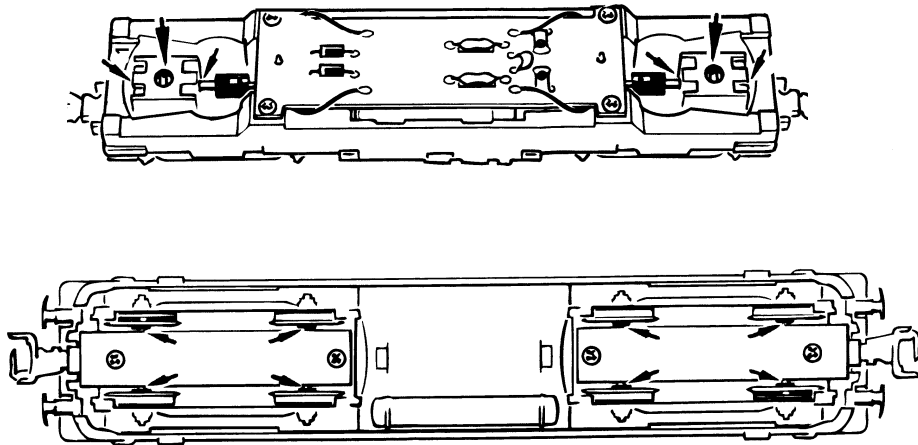

Fig. 8
2. Schmierung: Versehen Sie die im Schmierplan in Fig. 8 gekennzeichneten Stellen mit nur **kleinen Öltropfen**. Dazu zuerst das Lokgehäuse abnehmen (Fig. 3). Wir empfehlen den **ROCO Öler Art.-Nr. 10906**. Fürs Schmieren der Getriebeteile (Zahnräder, Schnecke) empfehlen wir das **ROCO-Spezialfett Art.-Nr. 10905**. Im Falle der Schmierung diese Teile **nicht ölen**.
2. Lubrication: Apply **tiny oil drops** to spots marked in fig. 8. Prior to lubrication dismantle locomotive (fig. 3). We recommend using item no. **10906, Roco oiler**. For lubrication the gearparts (e.g. cogwheels, worm) we would recommend our Roco **special grease** (item no. **10905**).
Enlevez la fiche de shuntage de l'interface (à conserver!) et enfichez finalement la fiche du module de télécommande aux prises de l'interface. Veuillez à la position correcte de la fiche (voir fig. 8).